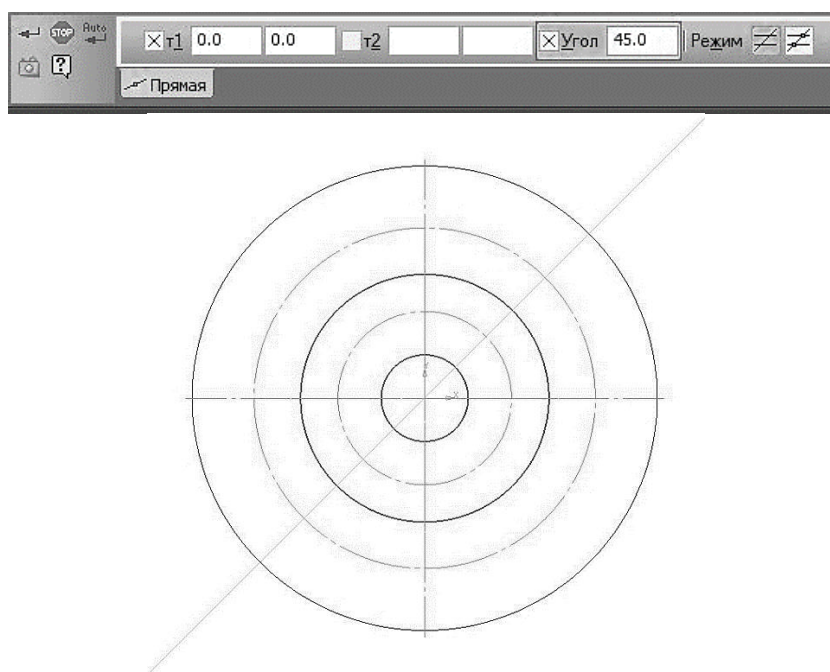

Рис. 18. Построение вспомогательных прямых
2.2.1 Нажмите кнопку **Вспомогательная прямая** на инструментальной панели **Геометрия**. Зададим на панели свойств угол наклона прямой – 45 градусов и установим ее в центре, на пересечении центровых. ЛКМ **Создать объект** (рис. 18).